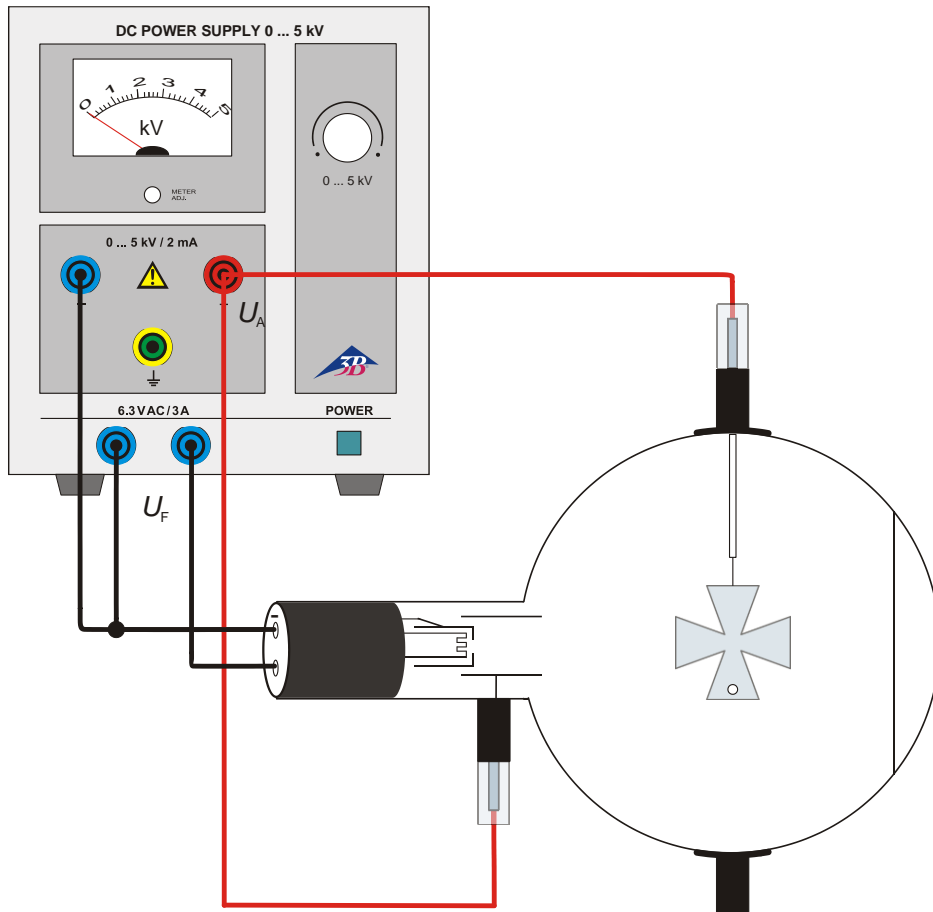

Fig. 1 Propagação retilínea de feixes de elétrons
- Executar as conexões conforme a fig. 1. Sendo que o pólo negativo da tensão anódica é conectado com o conector de 4 mm designado
- Executar as conexões conforme a fig. 1. Sendo que o pólo negativo da tensão anódica é conectado com o conector de 4 mm designado com o sinal de negativo no colar do tubo.